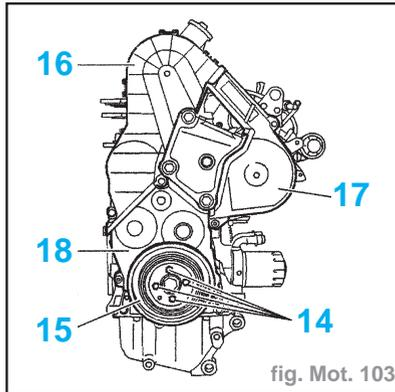
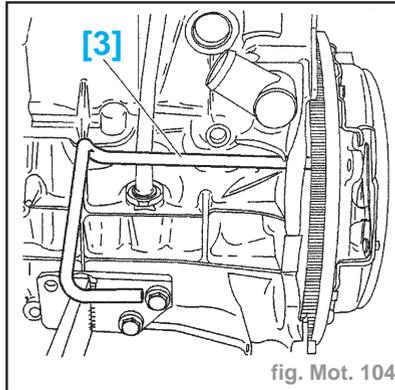

fig. Mot. 103
fig. Mot. 104
- Déposer (fig. Mot.103) :
- les vis (14)
- la poulie (15)
- le carter (17) de pompe d'injection
- le carter supérieur (16)
- le carter inférieur (18)
- Piger le volant-moteur à l'aide de l'outil [3] (-).0188-D (fig. Mot. 104).